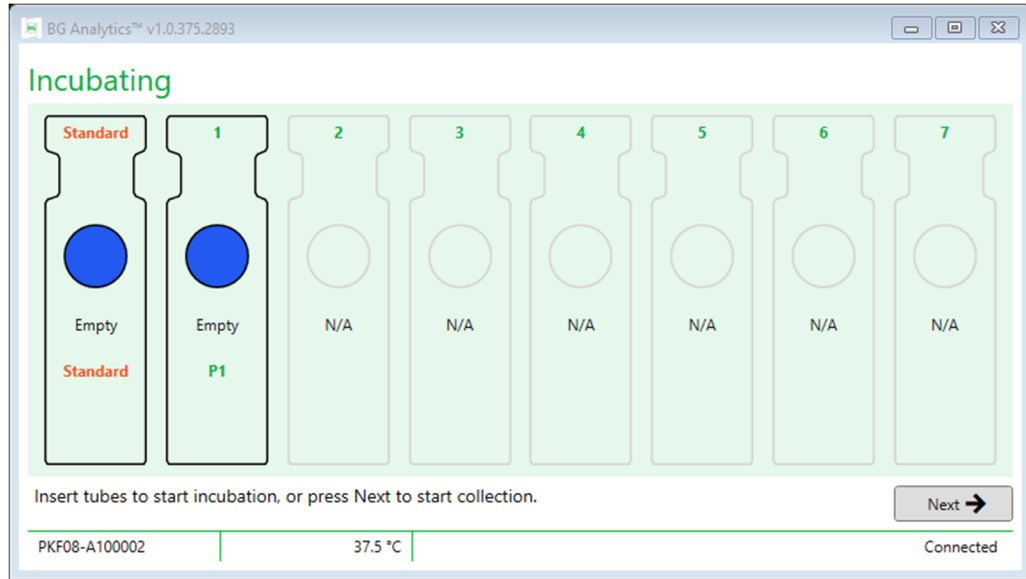

Abbildung 9. BG Analytics®-Inkubieren-Bildschirm
1. Die Kavitäten sind zum Einsetzen der Röhrcchen bereit, sobald der Status der Kavität auf dem **Inkubieren**-Bildschirm "Leer" anzeigt (Abbildung 9). Die erste Kavität auf der linken Seite ist als **Standard** gekennzeichnet und für STAT STD-Fläschchen vorgesehen, während die verbleibenden Kavitäten **1** bis **7** für Patientenproben bestimmt sind.